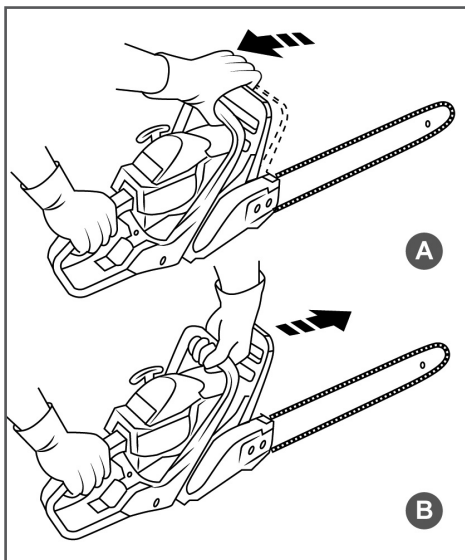

Рис. 7 Проверка механического тормоза цепи
Тормоз цепи выключен (цепь может вращаться), когда ручка тормоза взведена (Рис. 7А).
Тормоз цепи включен (цепь не имеет возможности вращаться), когда ручка тормоза находится в отжатом положении (Рис. 7В).
3. Используя тормоз цепи, переместить левое запястье от себя и нажать им на ручку тормоза, не отпуская рукой переднюю рукоятку бензопилы (Рис. 7В).
6. Взведите ручку тормоза (Рис. 7А).
4. Убедитесь, что тормоз цепи включен (цепь заторможена), как показано на Рис. 7В.
После запуска двигателя немедленно выключите тормоз пильной цепи. Для этого потяните ручку тормоза на себя до щелчка (Рис. 7А). Будьте осторожны, цепь начнет движение.